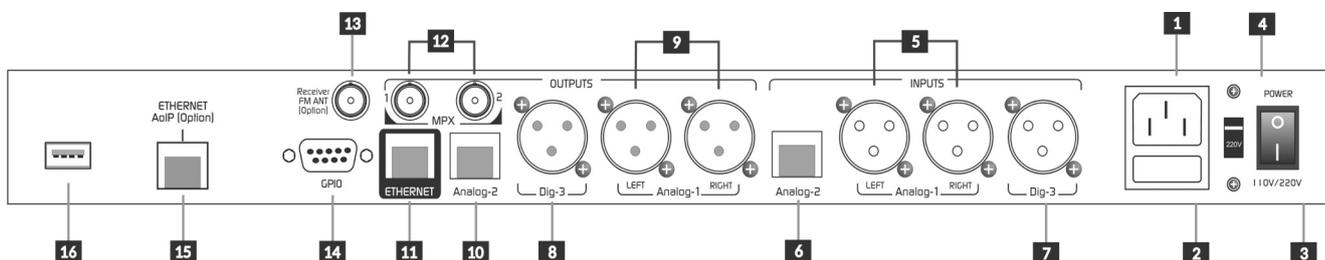

Figura 1- Panel trasero
1. El procesador 542APC debe estar **conectado a la LAN** a través del puerto **Ethernet de control** (ver a continuación ref.11 en Figura 1).
El equipo se enciende desde un **interruptor principal** (ver **3** en figura 1).
Solidyne 542APC posee una entrada y una salida de propósito general (GPIO) disponibles sobre un conector tipo DB9 (ver Figura-1 **14**). Las señales en el conector son: